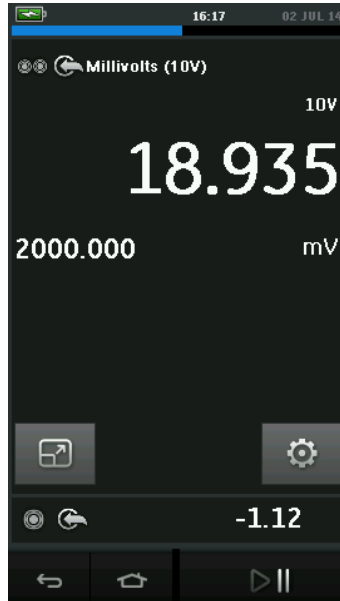

Abbildung 2-17 Kalibrierungsfenster – vergrößerte Ansicht
- *Abbildung 2-17* zeigt eine vergrößerte Ansicht des ausgewählten Kanals an und minimiert die übrigen Kanäle.